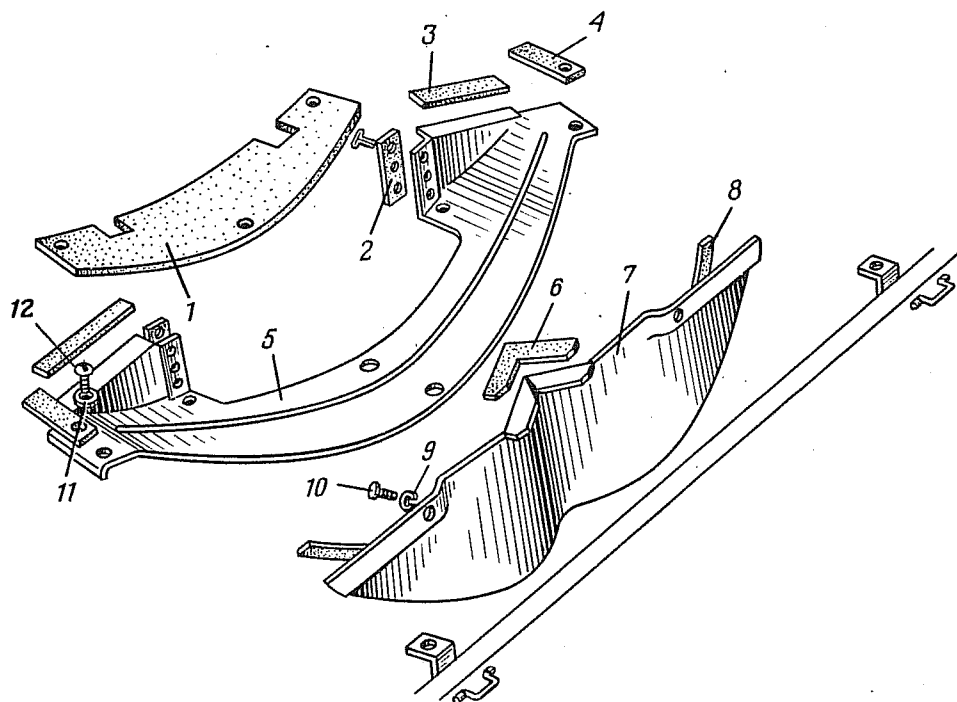

Рис. 3. Воздухоотводящий канал и рассекатель нижние:
1.8. Вывернуть болты 10 (рис. 3) и снять нижний расщепитель 7 в сборе с уплотнителями (ключ 10).
2.38. Установить нижнюю половину 5 (рис. 3) воздухоотводящего канала в сборе с уплотнителями и закрепить винтами 12 с плоскими шайбами (отвертка 150×0,5).